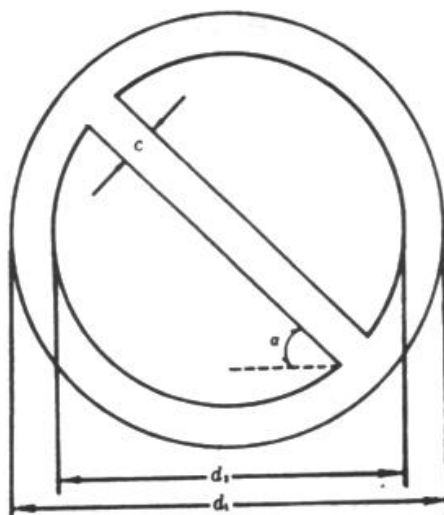

图 1 禁止标志的基本型式
- 5.1.1 禁止标志的基本样式是带斜杠的圆形边框，如图 1 所示。